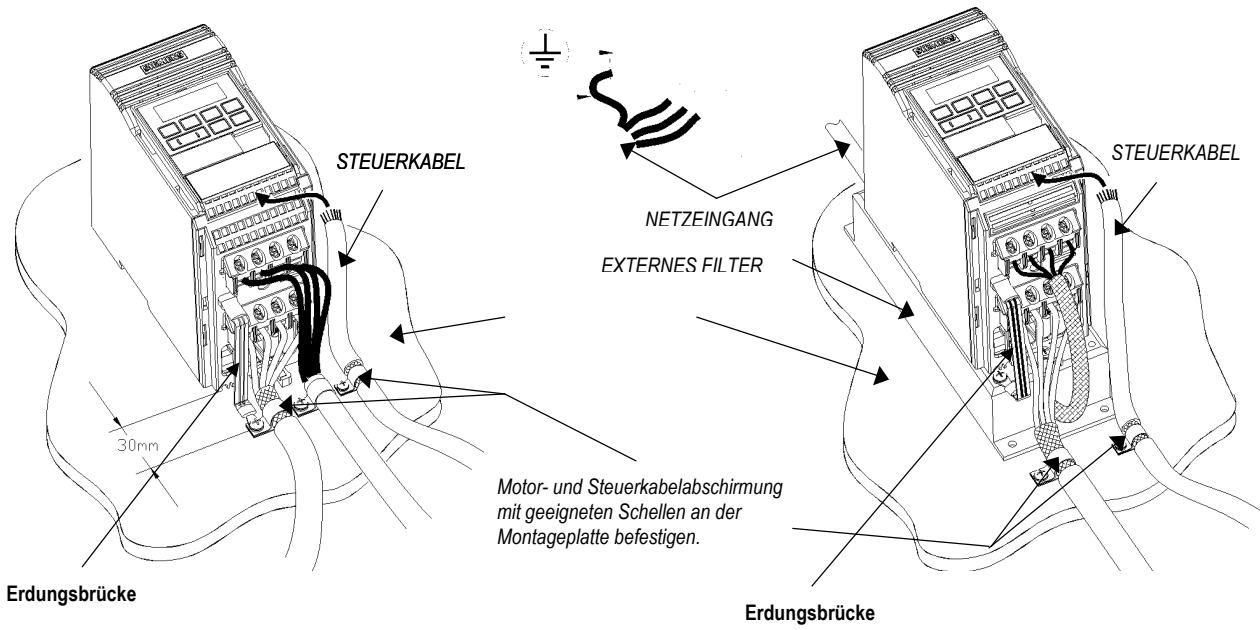

Bild 1.2.1: Verdrahtungsrichtlinien zur Optimierung der Störfestigkeit bei MICROMASTER Vector, Baugröße A
- (2) Bei der Montage des Umrichters MIDIMASTER Vector Zahnscheiben verwenden und darauf achten, daß zwischen dem Kühlkörper und der Montageplatte eine gute elektrische Verbindung besteht. Gegebenenfalls Anstrich von der Montageplatte entfernen.
- (3) Für Steuersignale sind geschirmte Leitungen zu verwenden. Die Abschirmungen sind beidseitig an den Leitungsenden mit breitflächige Kabelschellen aufzulegen. Die ungeschirmten Leitungsenden sind möglichst kurz zu halten.
- (4) Die Steuerleitungen sind von den Leistungsleitungen möglichst entfernt zu verlegen, z.B. unter Verwendung getrennter Kabelkanäle. Bei Leitungskreuzungen sollte dies nach Möglichkeit in einem Winkel von 90° realisiert werden.
- (5) Stellen Sie sicher, daß die Schütze in den Schränken, entweder durch RC-Beschaltungen im Fall von Wechsellspannungsschützen oder durch 'Freilauf'-Dioden bei Gleichstromschützen, entstört sind. **Es ist darauf zu achten, daß die Entstörelemente direkt an den Schützspulen anzuschließen sind.** Es können auch Varistor-Entstörelemente verwendet werden. Dieser Punkt ist vor allem dann wichtig, wenn die Schütze direkt von den im Umrichter integrierten Relais angesteuert werden.
- (6) Für den Anschluß der Motoren sind geschirmte oder bewehrte Kabel zu verwenden. Die Abschirmung ist an beiden Enden großflächig zu erden, z.B. mittels geeigneter Kabelverschraubungen.
- (7) Wird der Umrichter in einem Bereich mit hoher elektromagnetischen Störempfindlichkeit eingesetzt, sollte zur Minimierung der vom Umrichter erzeugten Störungen ein Funkentstörfilter eingesetzt werden. Eine optimale Reduzierung der abgestrahlten und leitungsgebundenen Störungen wird durch großflächige, niederohmige Kontaktierung zwischen Filter und der metallischen Montageplatte erreicht.
- (8) Bei MICROMASTER Vector der Baugröße A (Bild 1.2.1) muß die mitgelieferte Erdungsbrücke zur Reduzierung der Störungen zwischen Umrichter und Filter/Montageplatte angeschlossen werden.